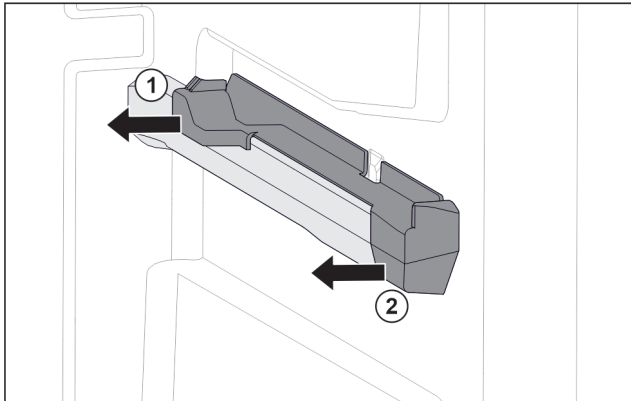

Fig. 114 Insteekdeel op rechter containerrib
- Insteekdeel achter naar de zijkant toe eraf trekken. Fig. 114 (1)
- Insteekdeel voor naar de zijkant toe eraf trekken. Fig. 114 (2)